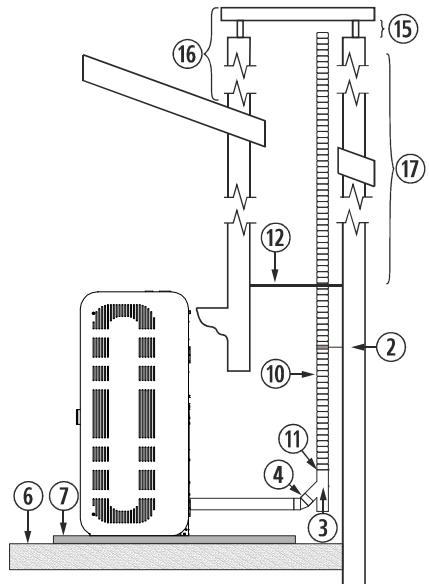

Figura 7
4.26. L'installazione di una stufa ad incasso in un caminetto può essere realizzata in completa totalità in un tubo flessibile, così come è indicato nella *figura 7*. Dobbiamo prestare speciale attenzione al momento di realizzare l'isolamento tra il caminetto e il tubo di fuoriuscita di gas per evitare possibili arretramenti di gas in caso di tormenta.